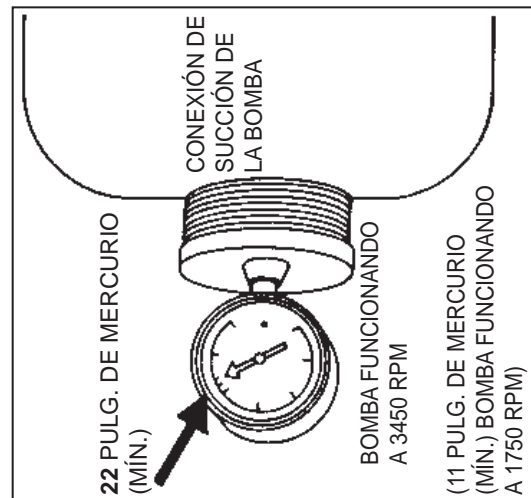

FIGURA 4
2. Desconecte la corriente de la bomba. Cierre las válvulas de entrada y salida de la bomba. Cumpla con todas las medidas de seguridad para el líquido que se está bombeando; desconecte las tuberías de succión y descarga y drene por completo la bomba. Llene la bomba con agua. Instale un medidor de vacío en el orificio de succión (vea la figura 4). Conecte la tuerca de alimentación. El vacío total debe sobrepasar las 22 pulg. de mercurio cuando el eje de la bomba gire a 3450 rpm y debe alcanzar o sobrepasar 11 pulg. de mercurio con el eje de la bomba girando a 1750 rpm. Si el vacío es inferior a estos valores, revise lo siguiente: